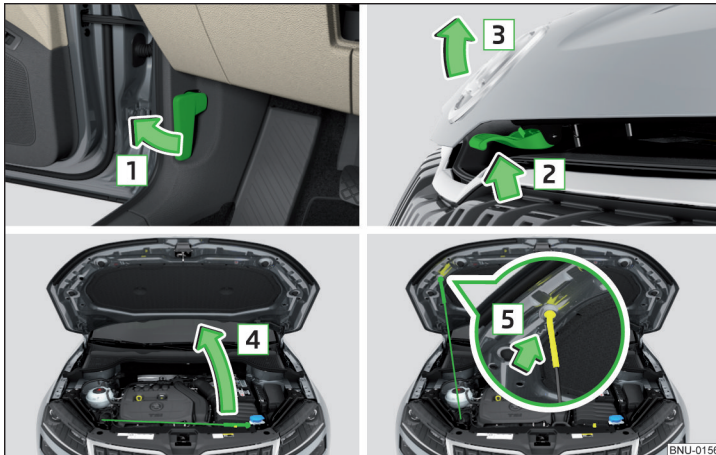

Abb. 296 Motorraumklappe öffnen
- › Die Vordertür öffnen und am Entriegelungshebel unterhalb der Schalttafel in Pfeilrichtung **1** ziehen » Abb. 296.